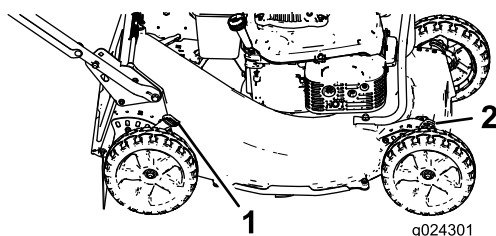

Figura 13
1. Tirate la leva dell'altezza della ruota verso la ruota (Figura 13), e spostatela nella posizione opportuna.